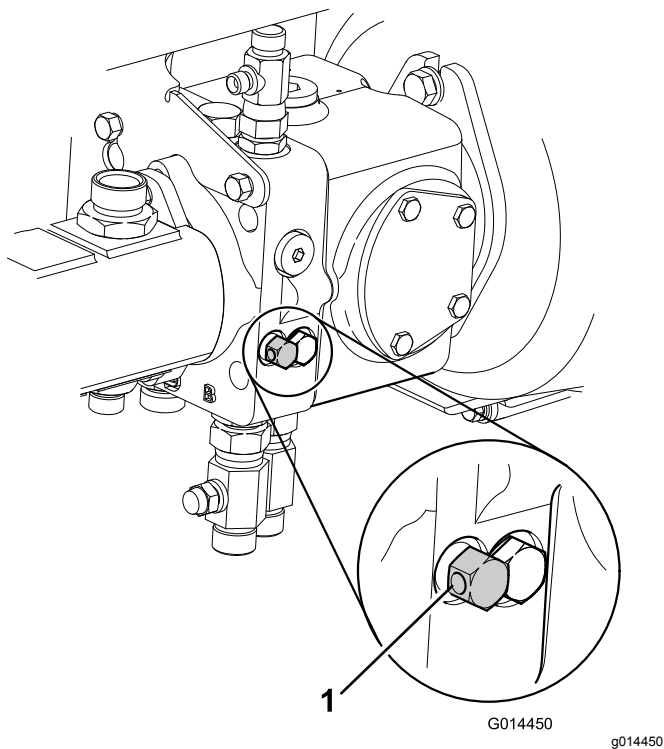

Figura 4
7. Desative o sistema de serviço hidráulico rodando a válvula de desvio, localizada sob a bomba de transmissão, no sentido contrário ao dos ponteiros do relógio, num máximo de 3 voltas (Figura 4).